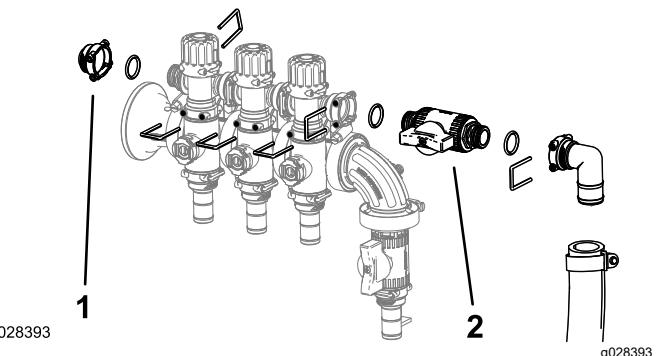

Bild 6
5. Befestigen Sie die Teile zur Einstellung des Überstromventils, den Blinddeckel, die O-Ringe, das Abstellventil und das Anschlussstück sowie den Schlauch mit den zuvor entfernten Haltern, wie in Bild 6 abgebildet.